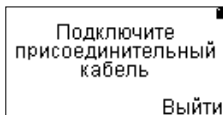

Рисунок 10
6.3.5 При выборе пункта **Измерение** появится запрос подключения присоединительного кабеля (рисунок 10). Для измерений подключите присоединительный TDR кабель, после чего прибор перейдет в режим измерения.